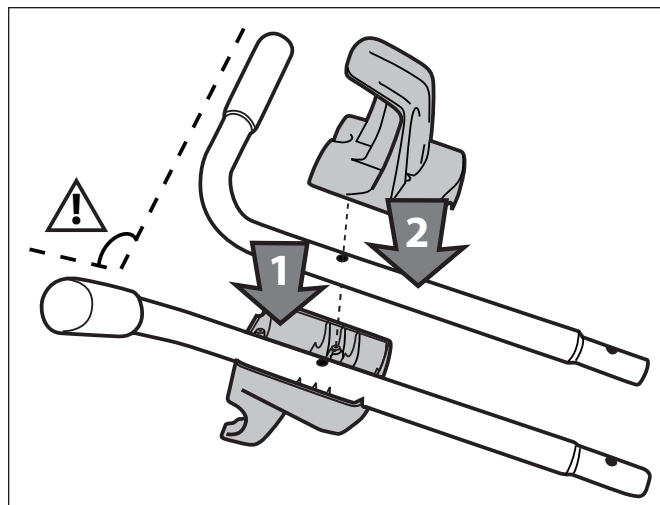

Figure 2. Installer les crochets sur les poignées supérieures
1. Positionner le crochet du câble d'alimentation et le crochet du module de commande sur les tubes supérieurs, tel qu'il est indiqué à la Figure 2.